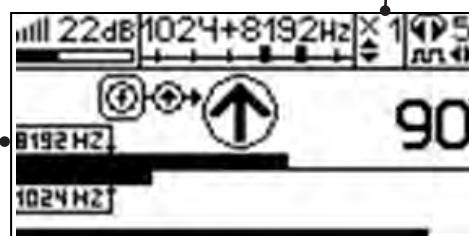

Рис.4.4
4. «Назначение» производится нажатием кнопки при расположении датчика точно над «выделенной» коммуникацией, считающейся «своей». После этого указатель направления сигнала приобретает вид . При переходе на «чужую» коммуникацию с другим «направлением сигнала» (или при изменении положения датчика на «обратное») раздастся звук и стрелка покажет «направление сигнала - назад » (**рис.4.4**)
Методика: Производя трассировку с применением ЭМД на низкой активной частоте (512Гц / 1024Гц) (**см. раздел активный трассопоиск**), наблюдать за уровнем сигнала. Локальное повышение и резкое уменьшение уровня указывают на вероятность наличия дефекта изоляции. (**рис. 4.4**) При этом величина сигнала может меняться по различным причинам: положение датчика, глубина залегания кабеля, наличие мешающих конструкций. Поэтому таким методом можно обнаружить лишь «низкоомные» дефекты сопротивлением менее 1кОм.